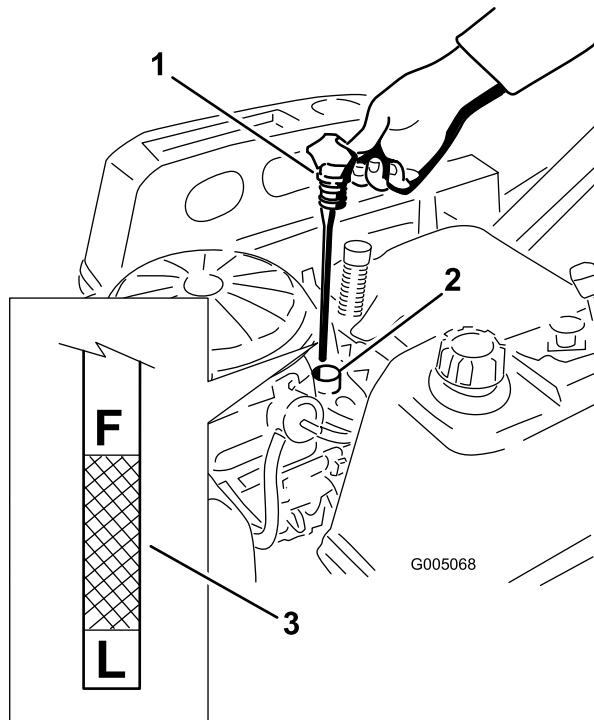
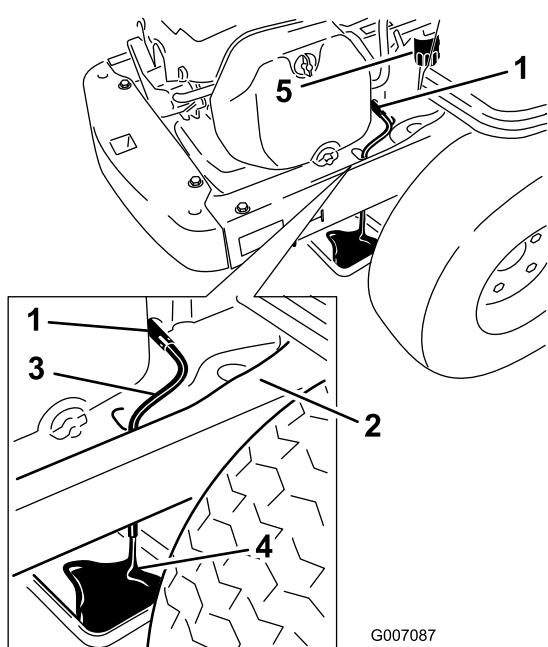

Bild 27
Bild 29
4. Ziehen Sie den Fülldeckel bzw. den Peilstab heraus und wischen Sie das Öl ab. Setzen Sie den Peilstab wieder ein und drücken Sie ihn richtig rein (Bild 27).
5. Nehmen Sie den Peilstab heraus und prüfen Sie den Ölstand (Bild 27).
8. Drehen Sie das Ablassventil um eine Vierteldrehung nach links, um es zu öffnen, damit das Öl ablaufen kann (Bild 29). Nehmen Sie den Öleinfüllstutzendeckel/Peilstab ab (Bild 27).
10. Nehmen Sie den alten Filter heraus und wischen Sie das Befestigungspolster ab (Bild 29).
11. Schließen Sie das Ablassventil, sobald alles Öl abgelaufen ist. Entfernen Sie den Ölablassschlauch und wischen Sie Ölreste vom Rahmen ab (Bild 29).
15. Gießen Sie ca. 80 % der angegebenen Ölmenge langsam in den Einfüllstutzen (Bild 27).
16. Stecken Sie den Ölfülldeckel und Peilstab wieder fest ein (Bild 27).
17. Prüfen Sie den Ölstand (Bild 27); siehe „Prüfen des Ölstands“.
19. Stecken Sie den Ölfülldeckel und Peilstab wieder fest ein (Bild 27).